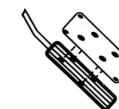

Fig. 2
- 2- Perfure os pedais originais mantendo os alinhamentos corretos dos suportes de fixação (fig.2).